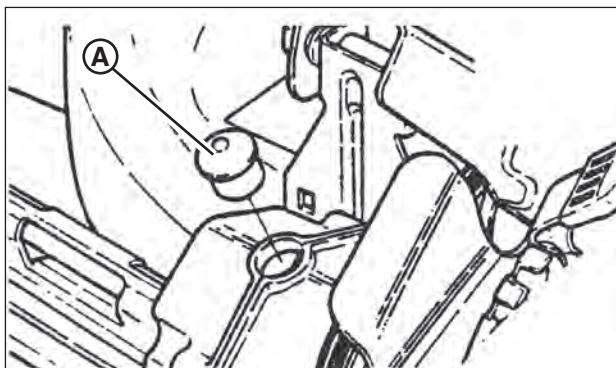

Figure 16 : Enlever le bouchon de remplissage de la transmission
1. Enlever le bouchon de remplissage de la transmission (**A**, Figure 16). Rouler la machine vers l'avant et l'arrière tout en regardant dans l'orifice du bouchon.